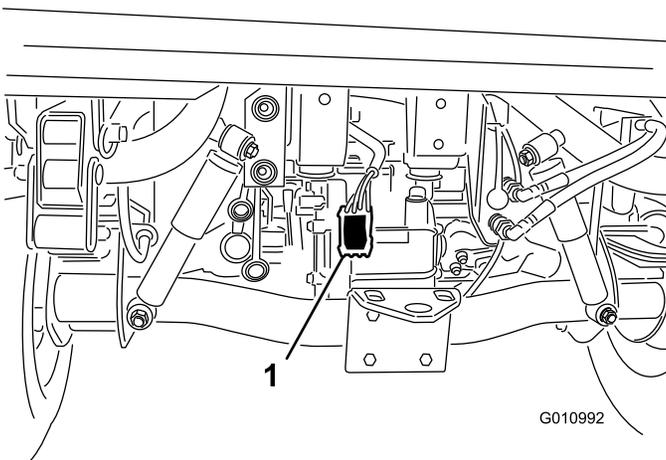

Рисунок 7
4. Проложите жгут проводки вдоль основного жгута проводки к задней части автомобиля (Рисунок 7).